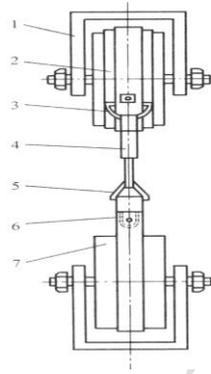

图 1 安全带整体静负荷试验图
4. 设置好参数后, 如下图 1 所示安装好试品, 用鼠标点击清零按钮(去皮), 再鼠标点击“手/自动切换”按钮中的 1 (1 为自动、0 为手动), (红灯变绿灯) 切换为自动, 检查安装没问题后点击“测试确认”按钮(红色变绿色), 进入测试过程。所加的静压力达到标准力时, 进入负荷倒计时, 当所加的静压力低于标准力, 设备自动补偿, 此过程伴随整个实验过程, 直到测试结束, 自动下降并停止, 若是没回到原位, 用鼠标点击 0 却换到手动, 然后点击油泵下方按钮启动油泵(红变绿), 再点击下降按钮(红变绿), 直到伸缩杆回到原位, 再点击刚才两个按钮(绿变红), 设备停止, 拆下试品。右边所显示的坐标为所加力的实时曲线(时间和力值)